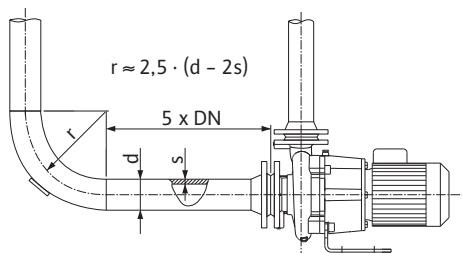
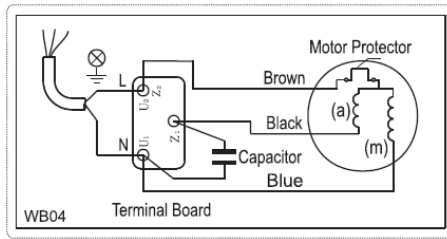

Fig. 4: 펌프 전단 및 후단의 안정화 구간
Fig. 5: AC 연결
- 전원 연결은 모터 출력 P_2 , 전원 전압 및 기동 방식에 따라 결정됩니다. 터미널 박스에 필요한 연결 브릿지 결선은 다음 표와 Fig. 4 및 Fig. 5에서 확인할 수 있습니다.